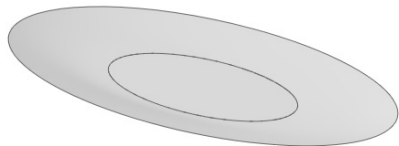

图 6-157 鱼盘曲面模型
- (3) 鱼盘曲面模型如图 6-157 所示，使用扫描曲面、平面等工具绘制模型。